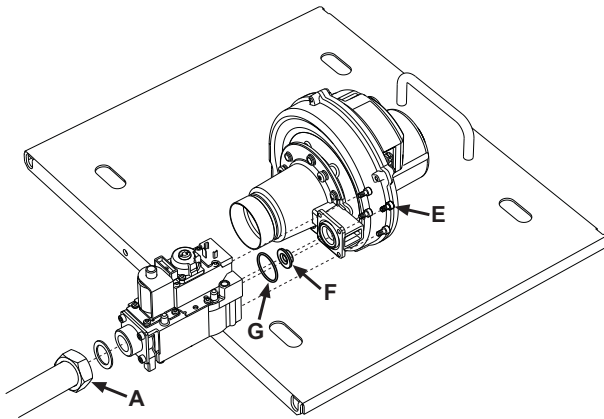
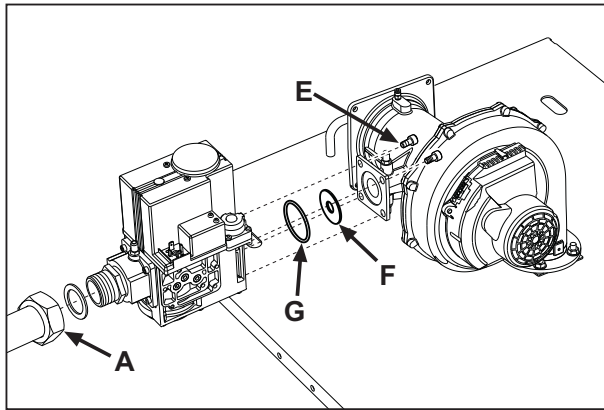
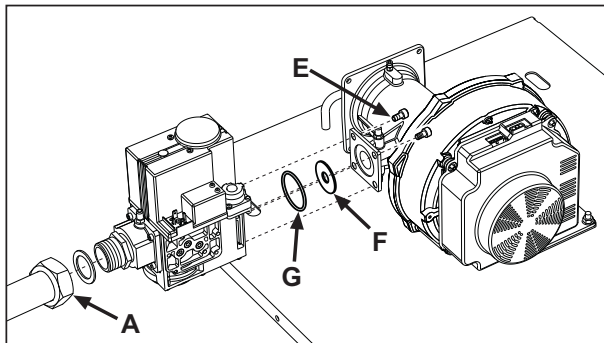

fig. 36 - Modello QUADRIFOGLIO 125
fig. 37 - Modello QUADRIFOGLIO 220
fig. 38 - Modello QUADRIFOGLIO 320
4. Svitare il girello "A" di fissaggio della valvola gas (vedi fig. 36, fig. 37 e fig. 38 per i vari modelli).